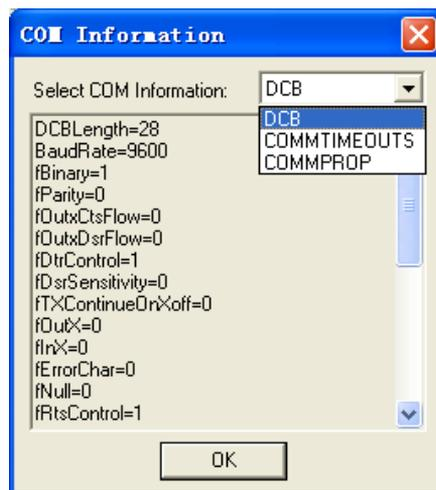

图14
**[COM Information]**(串口信息显示)子菜单：显示当前已打开按钮的DCB、COMMTIMEOUTS 和 COMMPROP结构各成员数据的数值。图14是显示当前已打开串口DCB信息的示例。